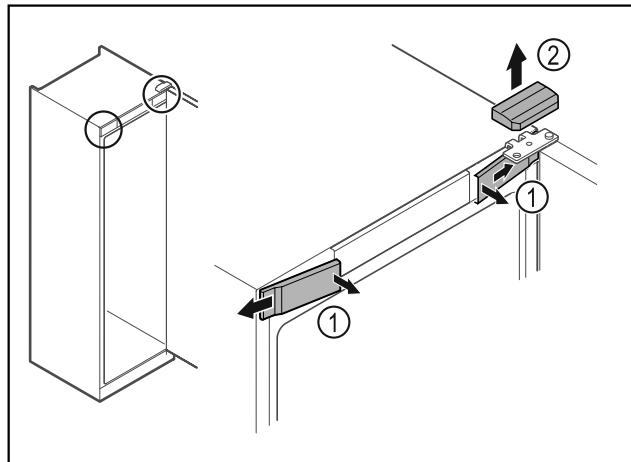

Fig. 8
- Звільніть передні кришки Fig. 8 (1) всередині від фіксатора та поверніть убік.
- Зніміть верхню кришку Fig. 8 (2) вгору.